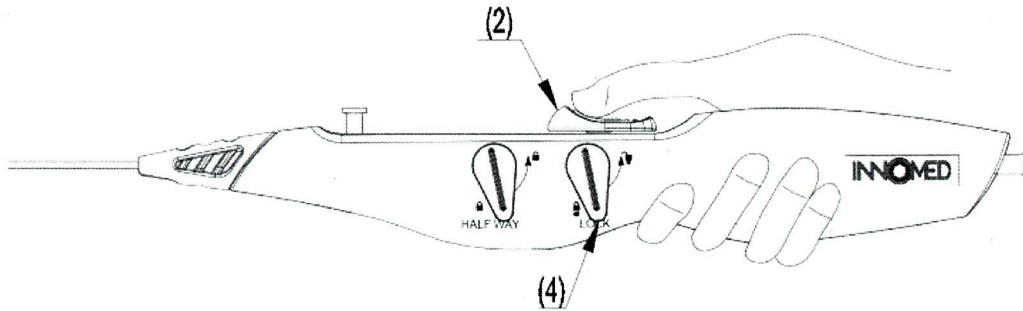

Figura 12. Retraer el deslizante de pulgar a la posición inicial y cerrar la llave de seguridad
- g. Retraer el deslizante del pulgar (2) a la posición inicial (consultar Figura 12), presionar hacia abajo la llave de bloqueo de seguridad y girarla sentido de las agujas del reloj, bloqueando así la llave de seguridad (4). Retirar la vaina del sistema de entrega del cuerpo a lo largo de la guía de alambre.